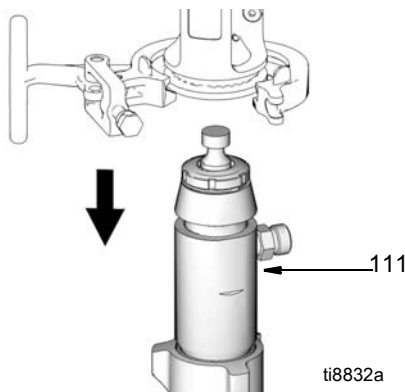

FIG. 19
9. (Fig. 19) Demontați pompa (111) din echipament.